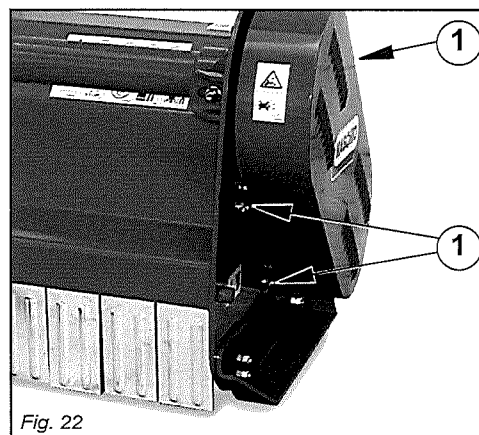

Fig. 22
- Lossa på skruvarna som fäster skyddskåpan (1 Fig. 22), öppna skyddskåpan genom att dra den utåt.
- Återmontera skyddskåpan, och fixera den med tidigare avlägsnade skruvar (Fig. 22).